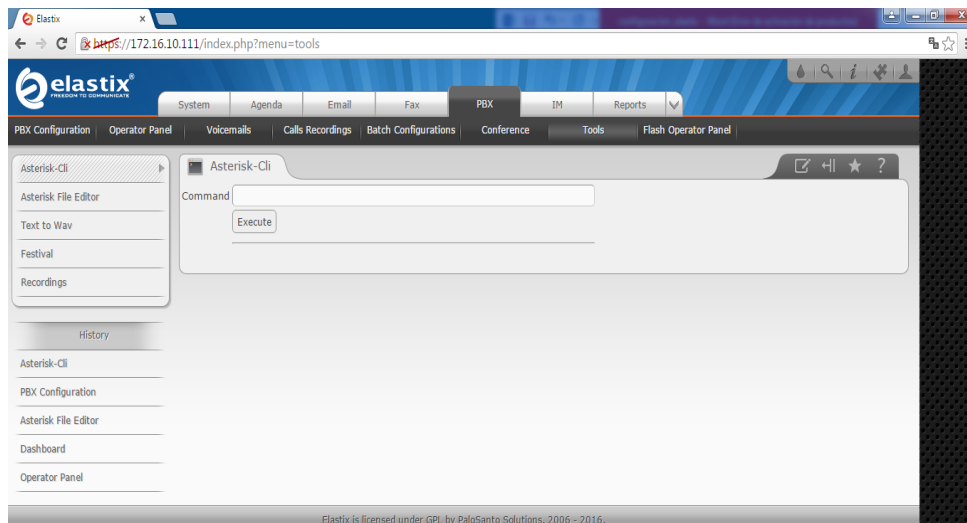

Figura 3.29 Tools + Asterisk File Editor .
2. Luego ir a Tools + Asterisk File Editor ver Figura 3.29.